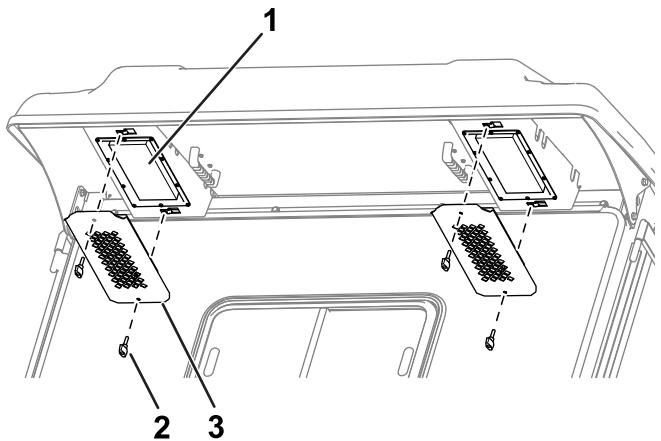

図 82
- 4. フィルタをキャブに取り付け、格子とノブで固定する図 82。
1. 後方のオーバーハング部からノブと格子を取り外す図 82。